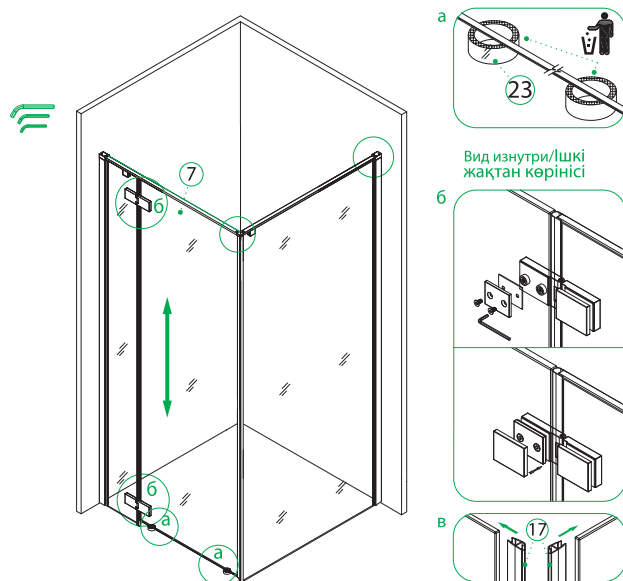

Рис. 12/12-сур.
8. Установите закаленное стекло 1910x615 мм (№7) на опоры для установки (№23, рис. 12-а), отрегулируйте высоту, закрепите петли (рис. 12-б). Установите магнитные уплотнители PVC (№17) на закаленные стекла. (рис. 12-в).